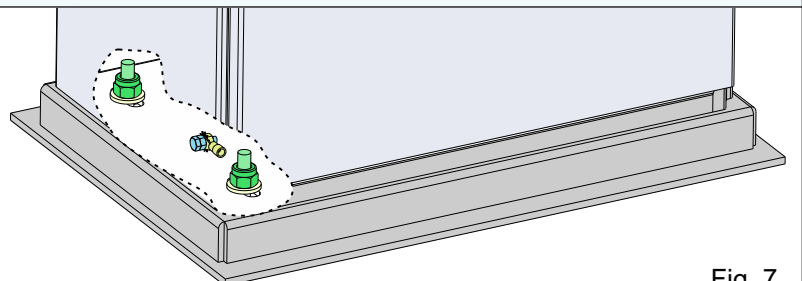

Fig. 7
5.1. Fixez le motoréducteur à la plaque de fondation à l'aide des écrous et vis fournies - Fig. 7, en ajustant sa position latérale et sa hauteur pour respecter les dimensions mentionnés sur la Fig. 5